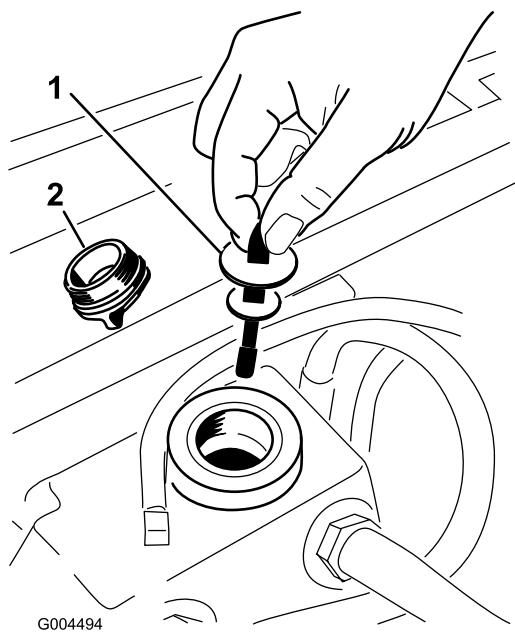

Figura 63
5. Togliete il tappo di riempimento del fluido idraulico dal collo del bocchettone (Figura 63).
- 6. Togliete l'asta di livello ed asciugatela con un panno pulito (Figura 63).
- 7. Inserite l'asta di livello nel collo del bocchettone, quindi estraetela e controllate il livello del fluido (Figura 63).